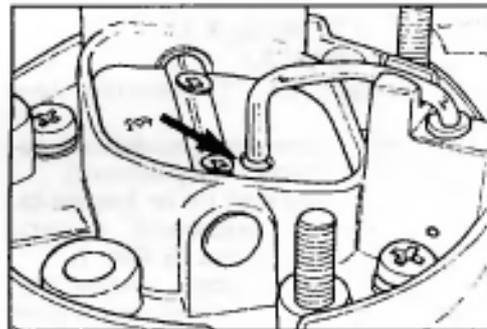

Рис. 4 Установка трубки обогащения топливной смеси
* Нижний срез трубки обогащения топливной смеси должен находиться на одном уровне с верхней кромкой отверстия, выполненного в воздушной заслонке (Рис. 4).